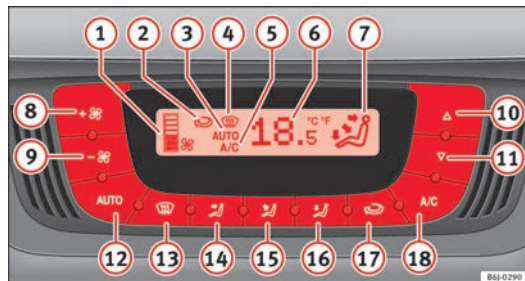

Abb. 96 In der Instrumententafel: Bedienelemente Climatronic
- Drücken Sie die Tasten ⑩ und ⑪ ⇒ Abb. 96, um die Temperatur einzustellen.
- ① Anzeige der Gebläsestufe
- ② Anzeige für Umluftstellung
- ③ Anzeige **AUTO** (Automatikbetrieb)
- ④ Defrost-Anzeige
- ⑤ Anzeige AC (Klimaanlage ist eingeschaltet)
- ⑥ Anzeige der gewählten Innenraumtemperatur
- ⑦ Anzeige der Luftstromrichtung
- ⑧ Erhöhung der Gebläseleistung
- ⑨ Verringerung der Gebläseleistung
- Drücken Sie die Taste **AUTO**. Die Anzeige  $\Rightarrow$  Abb. 96 **3** er-scheint.
- Drücken Sie die Tasten **10** und **11**  $\Rightarrow$  Abb. 96, um die im Fahr-zeuginnenraum gewünschte Temperatur einzustellen. Es wird empfohlen, eine Temperatur von 22 °C (72 °F) einzustellen.
- Drücken Sie eine der Tasten  $\Rightarrow$  Abb. 96 **14** bis **16** oder drücken Sie den Gebläseregler **8** und **9**. Die Anzeige **3** erlischt.
Das Gebläse kann mit den Tasten **8** und **9** eingestellt werden  $\Rightarrow$  Abb. 96. Ist das Gebläse ausgeschaltet (am Display wird keine Gebläsestufe **1** an-gezeigt) und wird die Taste **9** innerhalb von 1 Sekunde erneut gedrückt, wird die Climatronic ausgeschaltet.
- Drücken Sie die Taste , um den Umluftbetrieb ein- oder auszuswitchen. Der Umluftbetrieb ist eingeschaltet, wenn das Symbol  ⇒ **Abb. 96** im Display angezeigt wird.